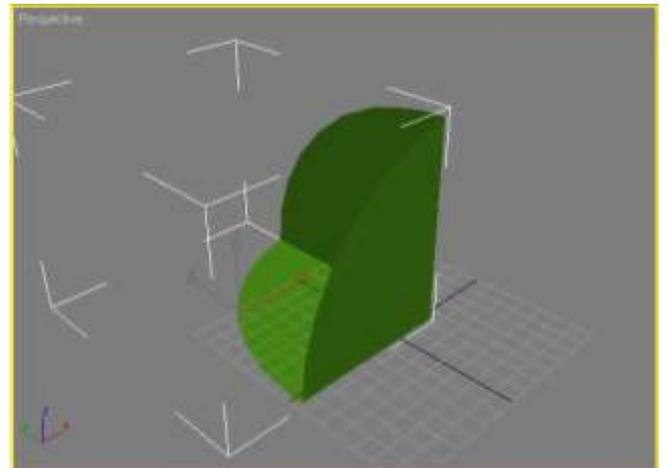

Рис. 5 – Объекты после выполнения булевой операции **Cut** (Вычитание)
- **Cut (Вычитание)**. Результатом булевого вычитания двух объектов будет служить поверхность, образованная исключением из поверхности одного объекта участков, занятых вторым объектом (рис. 5).